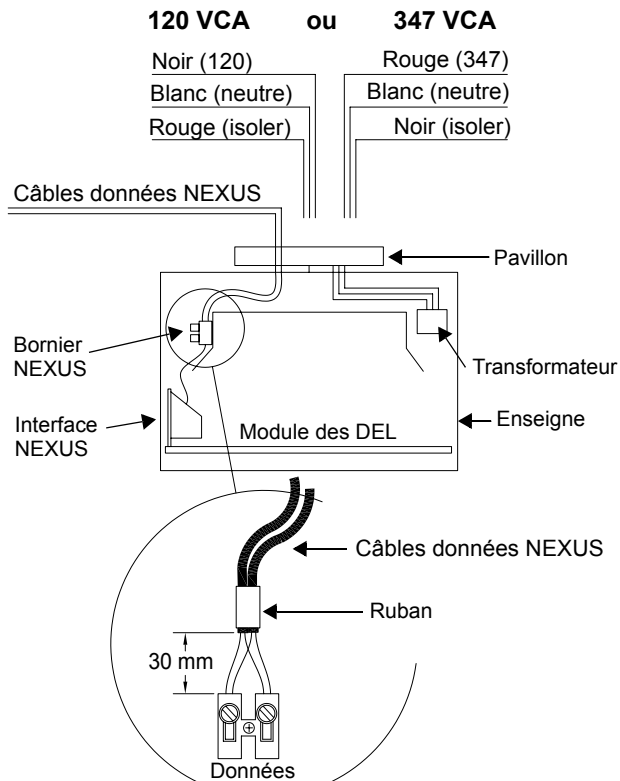

Figure 7
Note — Pour le câblage des modèles NEXUS, se référer à la section "Modèles NEXUS" (voir fig. 7).
- Note** — Pour le câblage des modèles NEXUS, se référer à la section "Modèles NEXUS" (voir fig. 7).
Se référer à la figure 7 pour le câblage des modèles NEXUS.
120 VCA — Raccorder le fil noir (120 VCA) et le fil blanc (neutre) au service de l'édifice (voir fig. 7). Isoler le fil rouge.
347 VCA — Raccorder le fil rouge (347 VCA) et le fil blanc (neutre) au service de l'édifice (voir fig. 7). Isoler le fil noir.
Cheminer les câbles de données avec la double gaine isolante passé la section des fils d'alimentation CA. Les câbles de données ne doivent pas être dégainés plus de 30 mm (voir fig. 7).